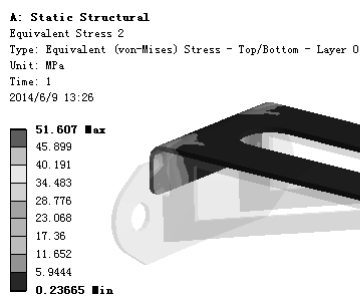

图 7.11.22 应力结果图解 (UP-SHEET)
(4) 查看 UP-SHEET 零件应力结果图解。在“Outline”窗口中选中 **Equivalent Stress 2**，查看图 7.11.22 所示的零件 UP-SHEET 的应力结果，其最小应力为 0.23665MPa，其最大应力为